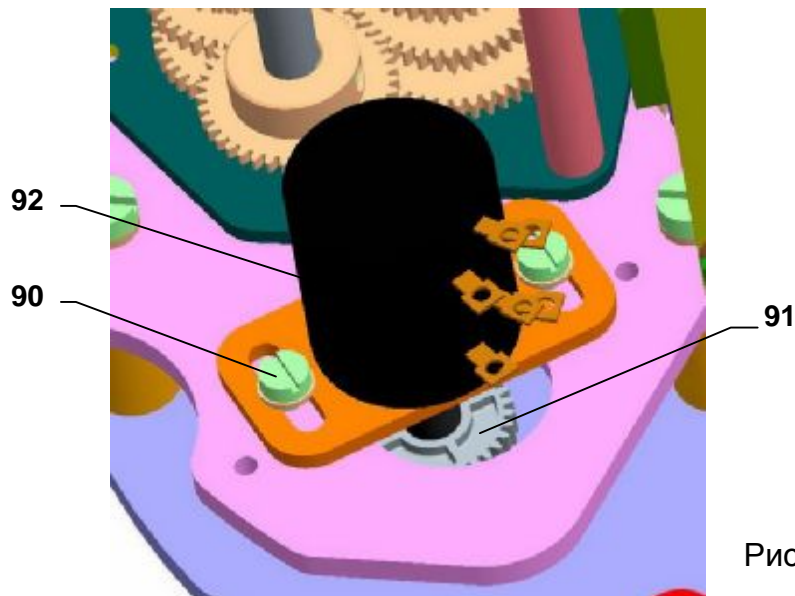

Рис.9
- В исполнении с датчиком сопротивления, вынесите датчик из зацепления , (Рис.9).
#### 4.5 Установка датчика сопротивления (Рис.9)